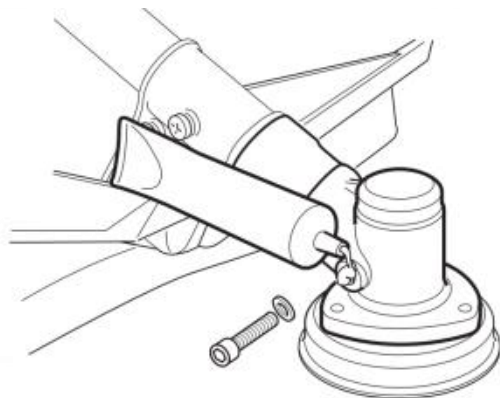

Fig. 68
2. Tillsätt lämpligt smörjmedel (fig. 68).